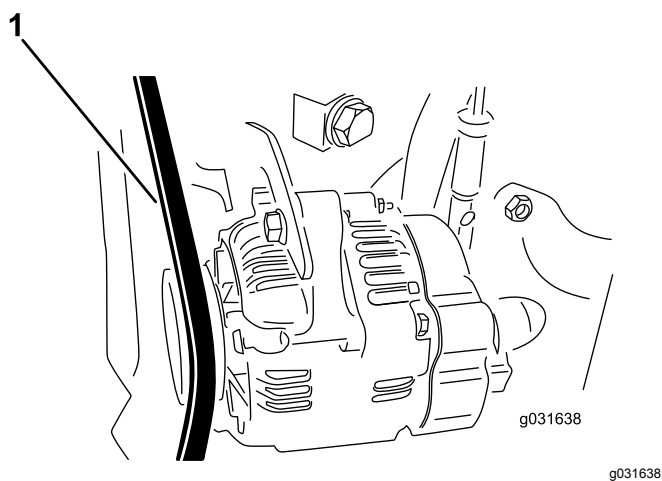

Bild 59
2. Wenden Sie eine Kraft von 30 N zwischen den Riemenscheiben auf den Lichtmaschinenriemen an (Bild 59).